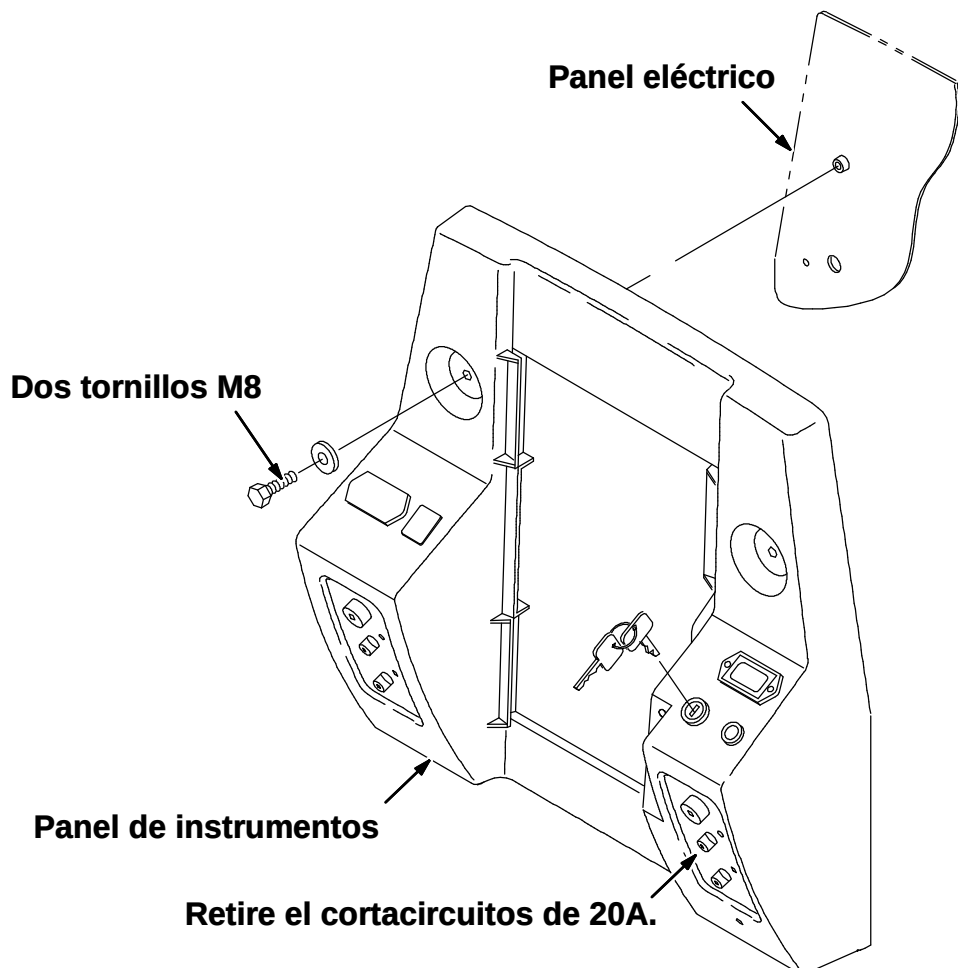

FIG.2 - Conjunto del panel de instrumentos
3. Instale la junta de la placa de montaje del ventilador aspirante doble (6) en dicha placa (5).
4. Instale el conjunto del ventilador aspirante doble en el lado inferior del depósito de la disolución con tres tornillos M8 hexagonales (2).
6. Retire los dos tornillos M8 hexagonales que fijan la parte superior del panel de instrumentos al panel eléctrico. (Consulte la FIG. 2).
13. Devuelva el panel de instrumentos al panel eléctrico. Instale de nuevo los dos tornillos M8 hexagonales y fíjelos. (Consulte la FIG.2).